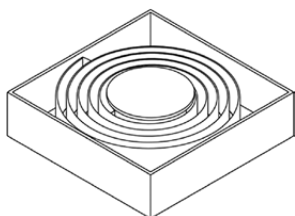

Рис.1.1 Вид поставки ленты в коробке
- ▶ Избегайте деформации и заломов защитной ленты показанных на рис.1.1